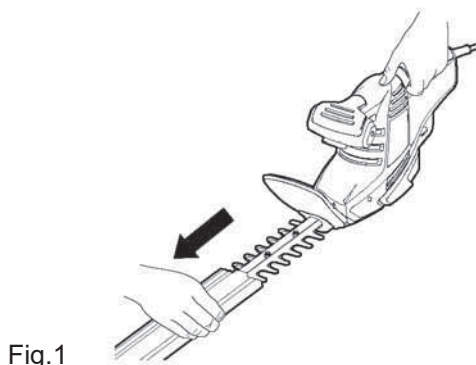

Fig.1
- > Avant de mettre l'appareil en marche, retirez le couvercle de sécurité de la lame (5) (Fig. 1).